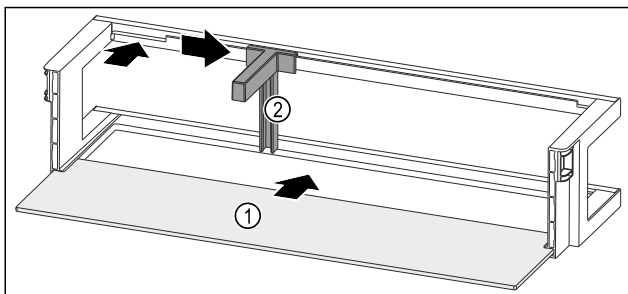

Fig. 121 Ajtópolc tárolólappal
- ▶ Tolja be a tárolólapot Fig. 121 (1) az oldalsó mélyedésekbe.
- ▶ Helyezze be a palacktartót Fig. 121 (2) a mélyedésbe.
- ▶ Tolja oldalra a kívánt pozícióba a palacktartót Fig. 121 (2).